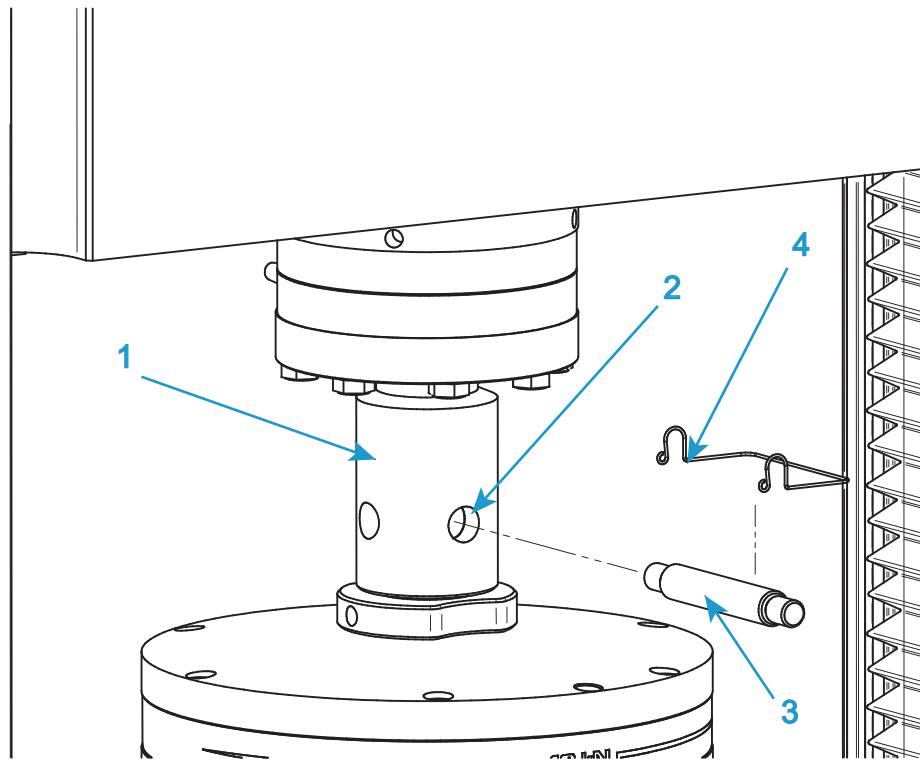

Figura 22. Installazione tipica della presa
Consultare la Figura 22 a pagina 97 quando si segue questa procedura.
1. Per il morsetto superiore, inserire l'adattatore sul morsetto nella presa a forcetta femmina (1 in Figura 22) sull'adattatore della cella di carico.
2. Allineare i fori della forcetta (2 in Figura 22) e infilare il perno a testa (3 in Figura 22) piana attraverso i fori.
3. Fermare in posizione il perno a testa piana, con l'apposito fermaglio (4 in Figura 22).